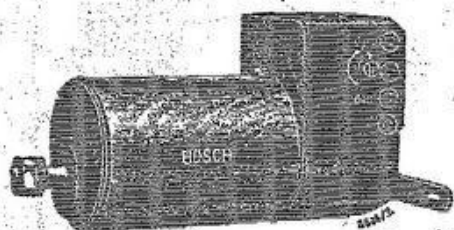

Fig. 3 - DINAMO-SPINTEROGENO RD 1 per motori
- 1 **DINAMO-SPINTEROCENO RD 1** della potenza di 30W. a 6V. con regolazione di tensione automatica (Fig. 3);